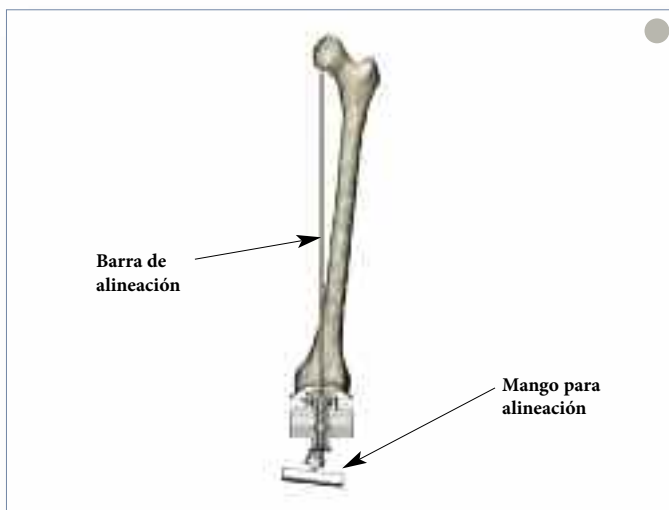

Figura 8
- Antes de fijar la guía de resección femoral distal al fémur, existe la opción de realizar una verificación externa de la alineación. Conecte el mango de alineación a la guía de resección femoral distal e introduzca la barra de alineación en el mango (Figura 8). La alineación es correcta cuando la barra pasa por el centro de la cabeza femoral y está más o menos paralela al radio del fémur en la vista lateral. Una vez confirmada una alineación aceptable, extraiga el mango y fije la guía de resección femoral distal al fémur anterior mediante dos brocas de 1/8 pulg.